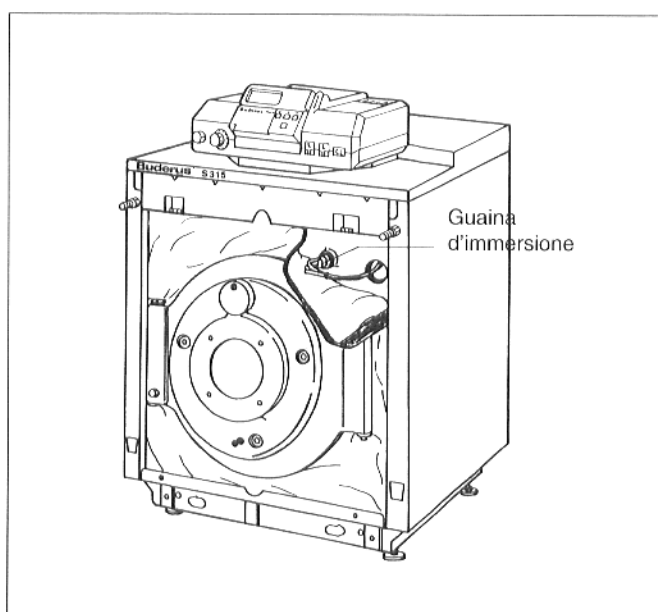

Fig. 19
- Piegare in basso l'angolo destro del materassino isolante anteriore (Fig. 19).